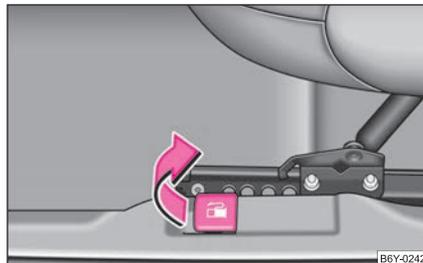

Abb. 136 Öffnungshebel der Tankklappe
- Die Tankklappe öffnen Sie durch Ziehen des Betätigungshebels* neben dem Fahrersitz ⇒ Abb. 136 bzw. Abklappen am Kraftstoff-Einfüllstutzen.